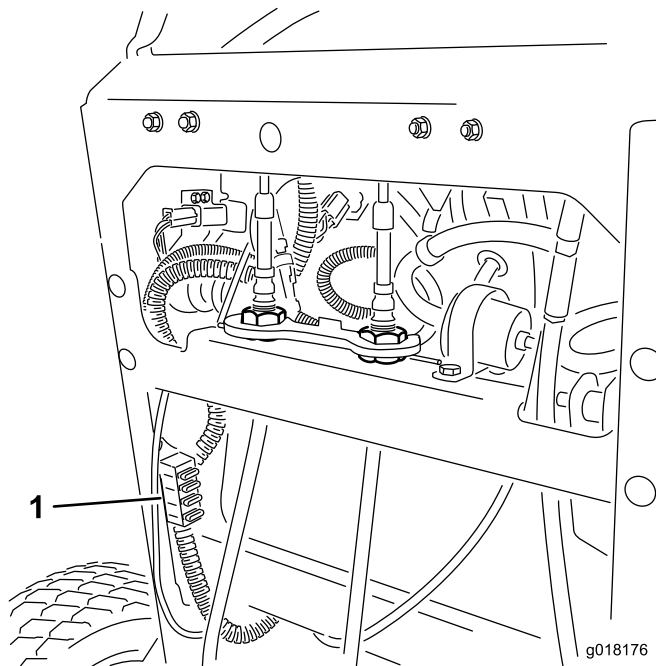

Figura 52
2. Tire hacia fuera del fusible para retirarlo o cambiarlo (Figura 52).
Nota: Asegúrese de que instalar un fusible del tamaño correcto (Figura 52).